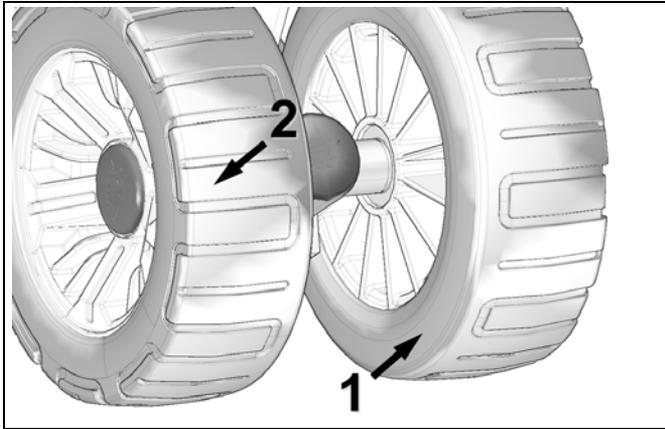

Figure 35
Vérifier l'usure des roues d'uréthane sur la bande de contact intérieure (1) et entre les profils des crampons (2). Si la bande est usée ou perforée ou le pneu est craquelé entre les profils, remplacer la roue. Elle n'offre plus un support adéquat à la chenille et les guides peuvent s'user prématurément. Figure 35.